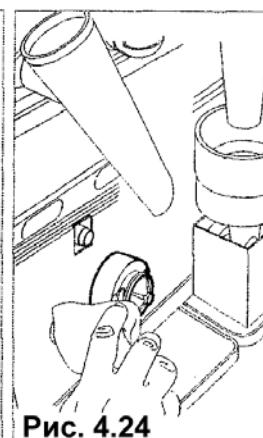

Рис. 4.24
- Снимите все желоба для сыпучих продуктов, воронки для воды, смесительные камеры, взбивалки и силиконовые трубы и также погрузите эти части в подготовленный раствор (рис. 4.24).
- Тканью, смоченной раствором, очистите основание блока взбивания (рис. 4.24).